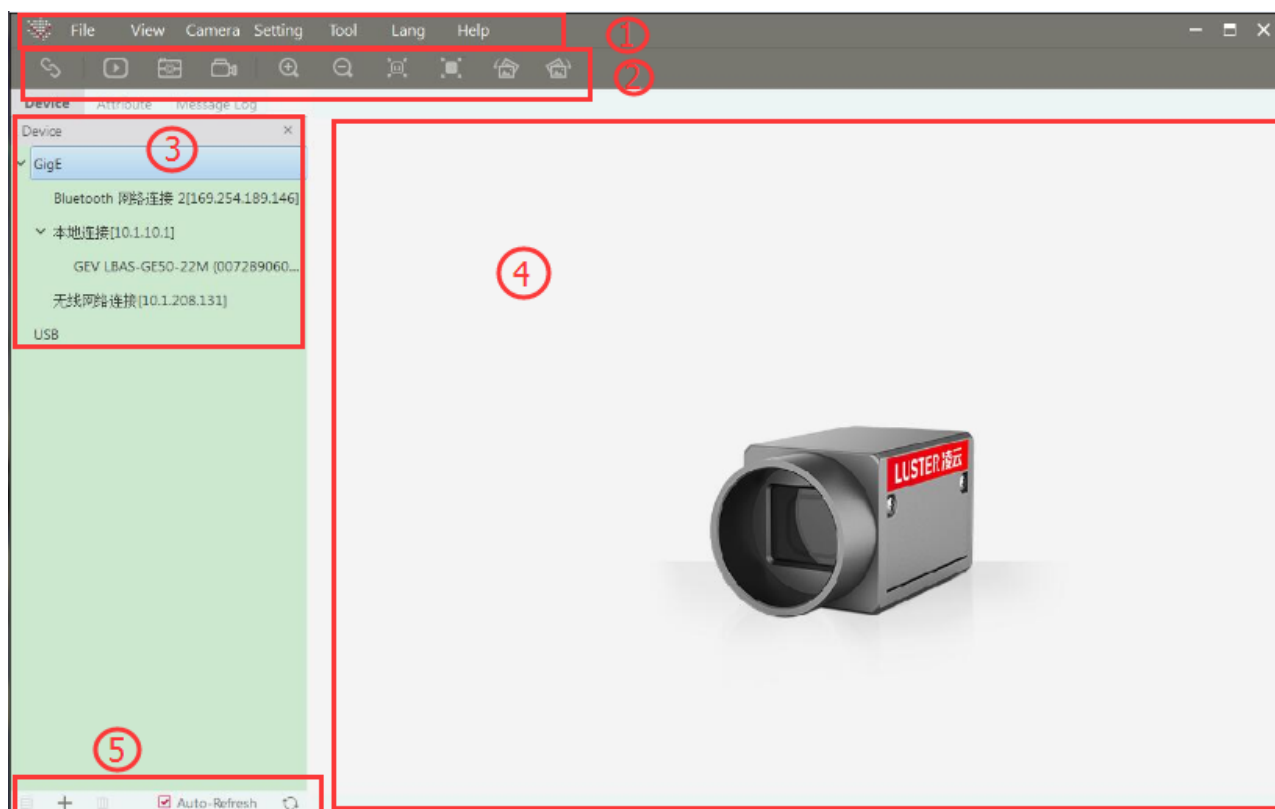

图3-4 客户端主界面
- 双击桌面的 LBAS CAPTURE 快捷方式，打开客户端软件，其中①②③④区域分别代表菜单栏区、控制工具条区、设备列表和属性区、预览区，在设备列表中会显示当前的设备，双击打开设备，设备属性如图 3-4 中③所示。
属性窗口下的用户级别，如图 3-4 中的⑤所示，有初级、专家和大师三种，对应的属性窗口中的参数会有部分差异。